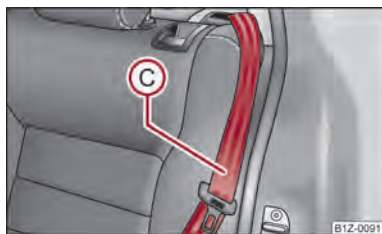

Fig. 48 Deblocarea spătarului scaunului
- Aduceți centura de siguranță laterală din spate **C** ⇒ fig. 48 în spatele marginii capitonajului lateral.